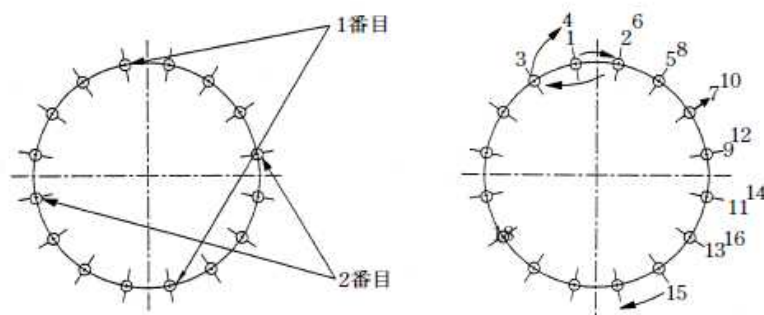

図4-18 仮締め（左図）及び追い締め付け（右図）
(1) フランジ面、ボルト・ナット及びガスケットをきれいに清掃し異物をかみ込まないようにすること。
(2) ガスケットパッキン (RFパッキン・全面パッキン) は管芯をよく合わせ、ずれが生じないようにシアノアクリレート系接着剤等で仮止めすること。なお、使用する接着剤の種類については、十分留意すること。
(3) 全周均等にボルトを取り付け、相互のフランジを合わせる。この時、ガスケット面を傷つけないようにあて木などを用いること。
(4) ガスケットの位置、ボルト穴に留意しながら図4-18のように仮締めし、1本おきに往復しながら順次全周を数回にわたり、表4-12に規定するトルクで締め
- (1) フランジ面、ガスケット溝、ボルト・ナット及びガスケットをきれいに清掃し、異物や塗料の塗りだまりを除去すること。
- (2) ガスケット溝にGF形ガスケット1号を装着し、外れやすい場合はシアノアクリレート系接着剤等を用いて4から6等分点に点付けし仮止めすること。なお、使用する接着剤の種類については、十分留意すること。
- (3) 全周均等にボルトを取り付け、GF形フランジとRF形フランジを合わせること。この時、ガスケットがよじれないようにまっすぐに合わせること。
- (4) ガスケットの位置、ボルト穴に留意しながら図4-18のように仮締めし、1本おきに往復しながら順次全周を数回にわたり両方のフランジ面が全周にわたり確実に接触するまで締め付けること。
- (5) 継手外側から円周4箇所、等間隔の位置に隙間ゲージを差し込んでフランジ面間の隙間を確認すること。この場合、フランジ面間には1mm厚の隙間ゲージが入ってはならない。またガスケットがフランジ面間にかみ込んでいる場合は、継手を解体し、ガスケットを新品に交換して再度接合すること。さらにすべてのボルトが60N・m以上のトルクがあることを確認すること。